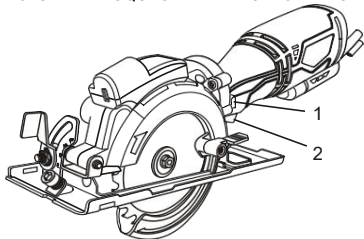

Fig. 7
El botón de bloqueo (1) es un dispositivo de seguridad diseñado para reducir la posibilidad de que la sierra se encienda accidentalmente (Fig. 7). Este botón debe presionarse antes de presionar el interruptor de gatillo (2).